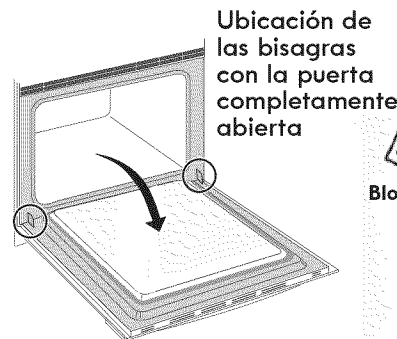

Figura 4A
1. Abra completamente la puerta del horno (dejándola horizontal en relación con el piso – vea la Figura 4A).